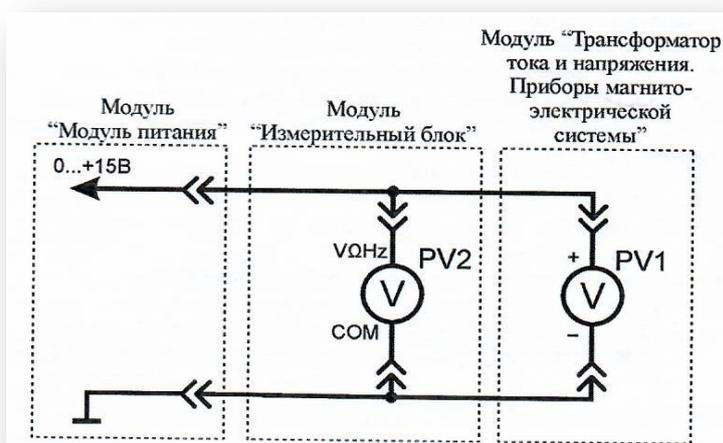

Рис. 19. Схема электрическая соединений лабораторных модулей для измерения напряжения прямым методом
1. Согласно схеме (рис. 19) выполнить электрические соединения модулей для измерения постоянного напряжения прямым методом при помощи аналогового (*PV1*) и цифрового (*PV2*) вольтметров. **Монтаж схемы производить при отключенном питании.**